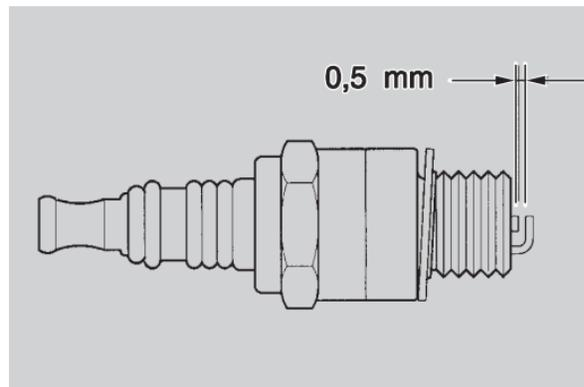

Fig. 50
CANDELA (Fig. 50)
- Controllare la distanza tra gli elettrodi (Fig. 50) con un calibro per spessori. Questa deve essere di circa **0,5 mm**, eventualmente regolarla, piegando con cautela l'elettrodo di massa.